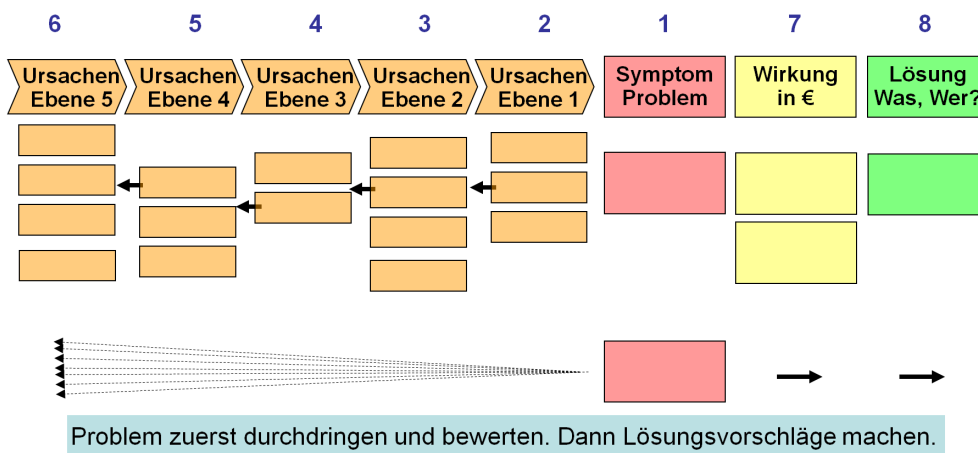

Bild 1: Prinzip einer Schwachstellenanalyse als methodischer Kern für Durchführung eines Projektreviews
- Nachdem die Arbeitsgruppe die Schwachstelle möglichst prägnant formuliert hat (Punkt 1 in Bild 1: "Symptom / Problem"), sammelt und notiert sie auf der ersten Ursachenebene die Gründe. Auch die Ursachen muss die Arbeitsgruppe prägnant und selbsterklärend formulieren.
- Bei diesem Prozess soll das Team ein tiefgreifendes Bewusstsein für das untersuchte Problem entwickeln, um dann die Auswirkung der Schwachstelle zu beschreiben. Wenn möglich, wird diese monetär ausgedrückt (Punkt 7 in Bild 1: "Wirkung in Euro"), ähnlich wie bei einer quantitativen Risikoanalyse. Sollte die monetäre Bewertung nicht möglich sein, bleibt man bei einer qualitativen Darstellung der Auswirkung der Schwachstelle.
- Im letzten Schritt definiert die Arbeitsgruppe Maßnahmen, wie die Schwachstelle beseitigt werden kann (Punkt 8 in Bild 1: "Lösung – Was? Wer?").